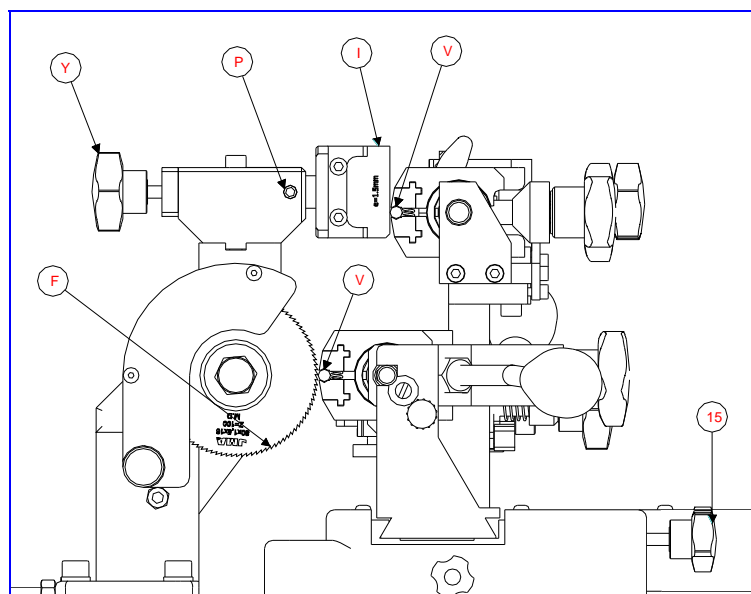

Fig. 1
- Allentare i pomelli (15) ed allineare la prima posizione del carrello (R1) con il riferimento (S).
- Sistemare le bacchette di regolazione (V) nei morsetti e serrare girando i pomelli. Vedi Fig. 1
- Avvicinare i morsetti verso l'indice copiatore (I) e la fresa (F), girare manualmente la fresa in senso contrario a quello di funzionamento, fino a fare un giro completo in modo tale che i pezzi di regolazione coincidano con l'indice copiatore e la fresa.
- Allentare la vite prigioniera (P). Girare il pomello (E) finché la fresa non tocca la bacchetta di regolazione.
- Fissare la posizione dell'indice stringendo la vite prigioniera di blocco (P).
Allentare le viti (T), sostituire l'indice tastatore e serrare le viti con una chiave a brugola. Quindi verificare che la macchina sia regolata correttamente seguendo le istruzioni della sezione 3.1.1. Vedi Fig. 1 e 2.